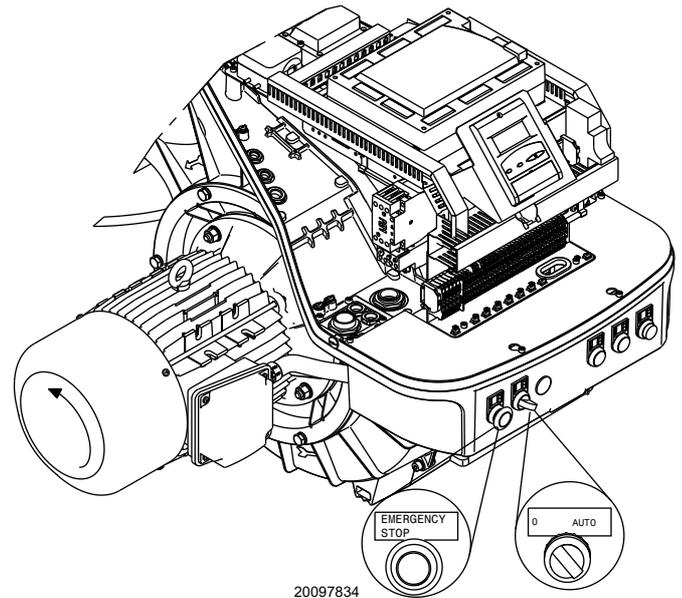

Abb. 24
Den Schalter auf die Position „**AUTO**“ (Abb. 24) stellen.
Beim Anlaufen des Brenners die Drehrichtung des Motors überprüfen, siehe (Abb. 24).
- Den Schalter auf Abb. 24 auf „0“ stellen und warten, bis das Steuergerät die Abschaltphase ausführt;
- durch entsprechende Betätigung des **0-AUTO**-Schalters auf Abb. 24 auf Seite 27.